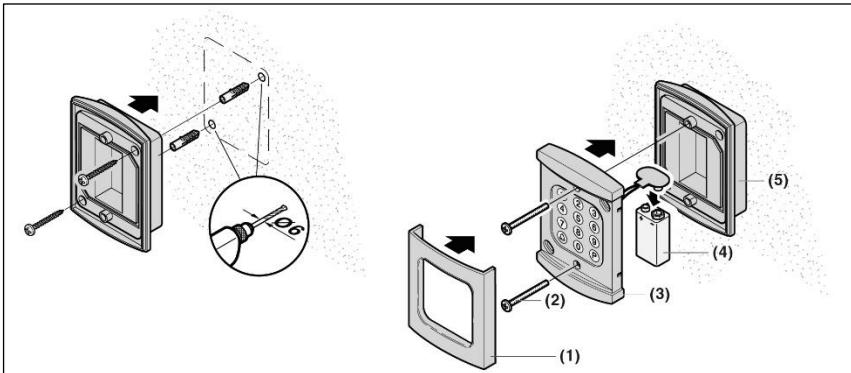

Fig. 1
3 Gerätbeschreibung (Fig. 1)
4.1 Funk-Codetaster montieren (Fig. 1 und 2)